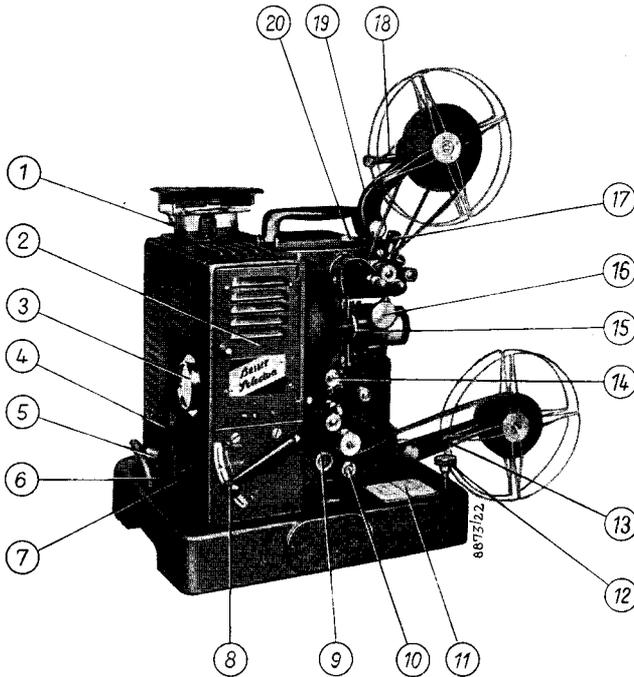

Abb. 1
*) Die im Text angegebenen Positions-Nummern beziehen sich auf Abbildung 1.